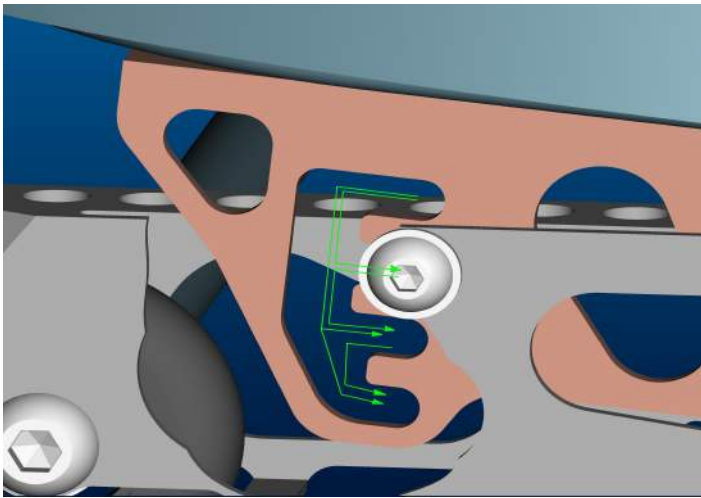

Fig. 4 – Posizione di fissaggio corretta (a sinistra) e scorretta (a destra).
4. Fissare le quattro viti 'A' come indicato in fig. 4